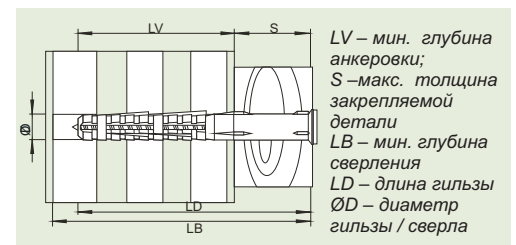

Рис. 4. Схема крепления элементов дюбелями KEW RDD
4. Максимальная несущая способность конструкции обеспечивается только при соблюдении геометрических параметров крепления. Общая схема таких параметров представлена на рис. 4.